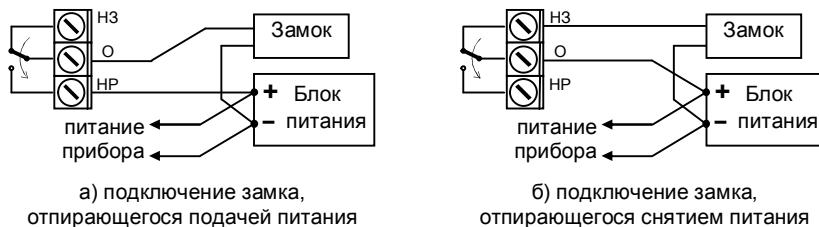

Рис. 6. Подключение электрического замка
**ВНИМАНИЕ!** Рекомендуется питать замок от отдельного источника. Если замок и прибор работают от общего источника питания, то для снижения помех рекомендуется выполнять цепи замка и цепи питания прибора отдельными линиями, соединяющимися непосредственно на выводах источника питания (см. рис. 6). Обязательно используйте в цепи замка искрогасящие элементы (диод, RC-цепочку или варистор).